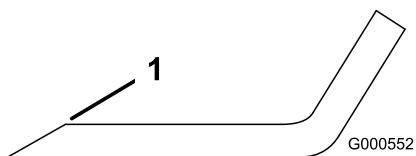
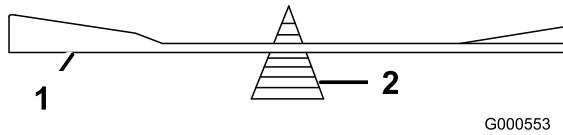

Bild 49
Bild 50
1. Schärfen Sie die Schnittkante an beiden Enden des Schnittmessers mit einer Feile (Bild 49). Behalten Sie den ursprünglichen Winkel bei. Das Schnittmesser behält seine Auswuchtung bei, wenn von beiden Schnittkanten die gleiche Materialmenge entfernt wird.
2. Überprüfen Sie die Auswuchtung des Schnittmessers auf einer Ausgleichsmaschine (Bild 50). Wenn das Schnittmesser in seiner horizontalen Position bleibt, ist es ausgewuchtet und kann wiederverwendet werden. Feilen Sie, wenn das Schnittmesser nicht ausgewuchtet ist, vom Flügelbereich des Messers etwas Metall ab (Bild 49). Wiederholen Sie diesen Vorgang, bis das Messer ausgewuchtet ist.